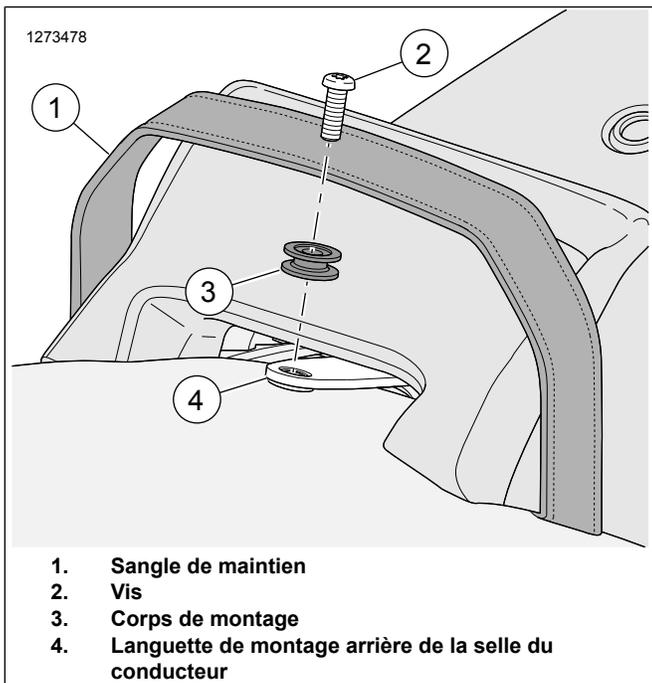

Figure 3. Selle solo
4. Voir Figure 3. Poser la selle solo.
- a. Fixer la languette de montage arrière de la selle du conducteur (4) sur le garde-boue.
- b. Poser le corps de montage (3) et la vis (2). Serrer.